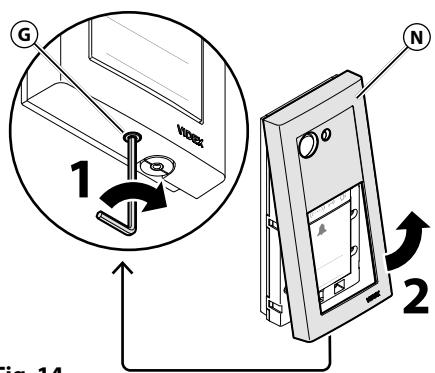

Fig. 14
1. Ruotare in senso orario la vite di fissaggio (G) posta nella parte inferiore del dispositivo con la chiave a brugola in dotazione fino a liberare la cornice anteriore (N) (nota: la vite è progettata per non essere estratta), quindi rimuovere la cornice sollevandola delicatamente dalla parte inferiore (**Fig. 14**).